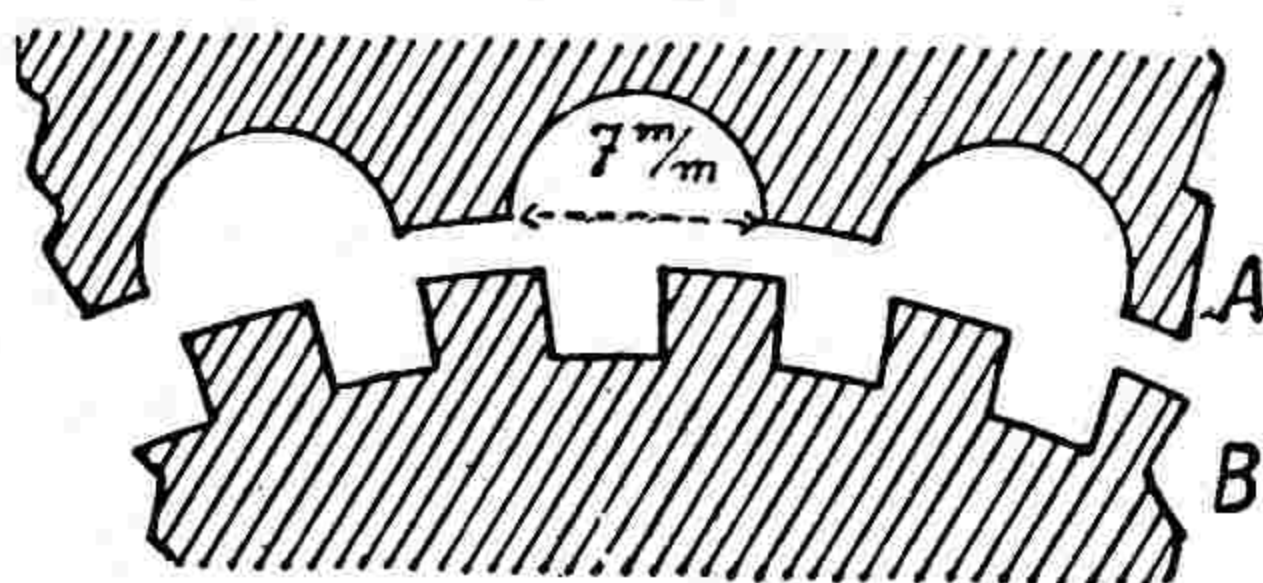

FIG. 10. — Denture d'un alternateur à haute fréquence français : A, induit fixe; B, inducteur mobile.
**ALTERNATEUR A HAUTE FRÉQUENCE.** Alternateur pourvu d'une vitesse et d'un nombre de pôles suffisants pour qu'il puisse produire des courants de haute fréquence. L'inducteur homopolaire est un disque d'acier finement dentelé à la périphérie, chaque dent formant un pôle (fig. 10). Pratiquement la longueur d'onde des courants produits varie entre 8.000 et 25.000 m., selon les types d'alternateurs.